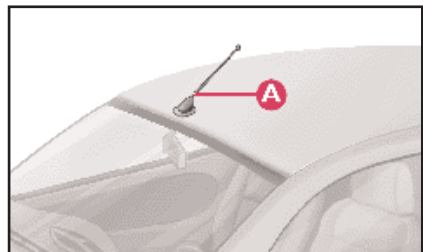

fig. 94
– antenna bifunzione (autoradio + telefono cellulare) **A** (fig. 94) ubicata sulla parte anteriore del tetto;